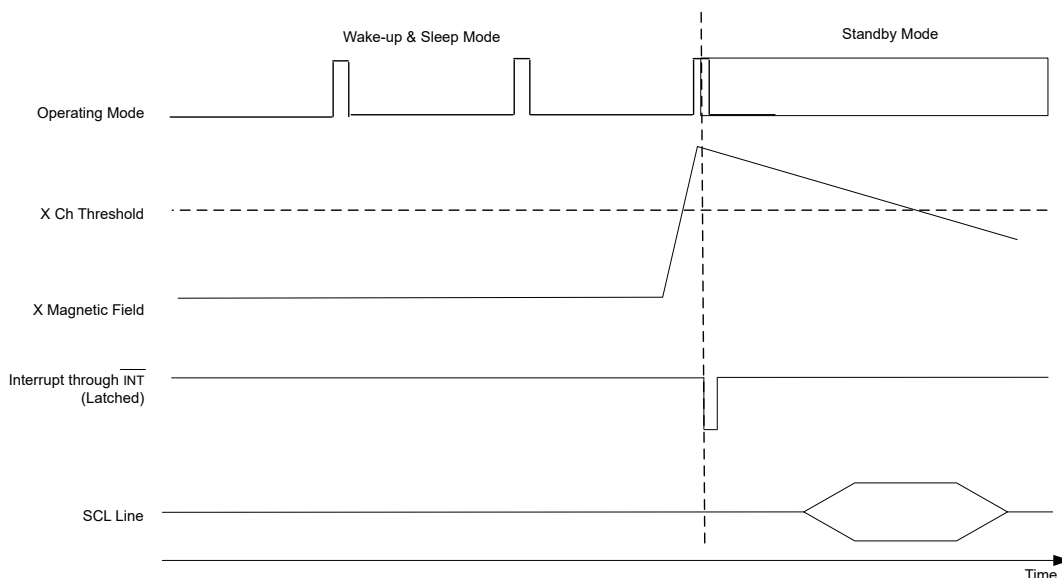

图 8-11. 使用备用电池以唤醒和睡眠模式运行
- 如果发生阈值检测, $\overline{\text{INT}}$ 信号将置为低电平以唤醒微控制器。当 $\overline{\text{INT}}$ 变为低电平时, 使用一个读取命令执行 16 位 T、X、Y、Z 寄存器读取 (请参阅图 8-11)。